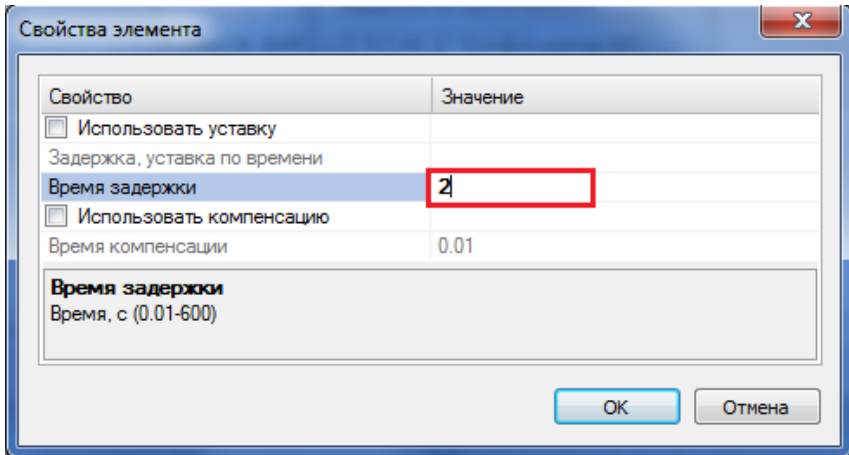

Рис. 21. Задание выдержки времени
19. Для редактирования параметров выдержки времени кликнуть двойным щелчком ЛКМ по элементу. Установить выдержку времени 2 с. Для этого в появившемся окне «Свойства элемента» в поле «Значения» напротив строки «Время задержки» задать время равное 2 с (рис. 21), при таком способе время задержки нельзя изменить в процессе эксплуатации блока.